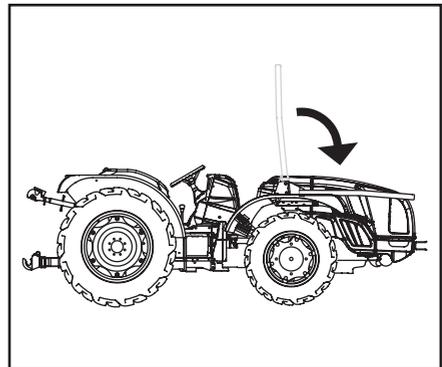

Abb. 2.4
- die Sicherheitsstifte (B) entfernen und die Bolzen (C) herausziehen;
- den Schutzbügel abklappen (Abb. 2.4);